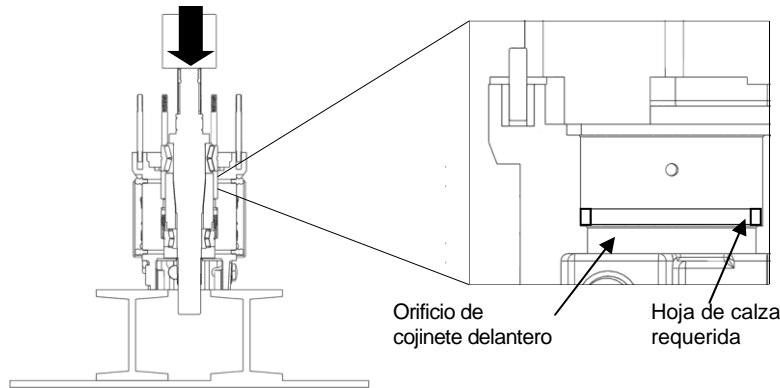

Figura 54: Presionar ejes en caja de engranes
4) Ponga la caja de engranes en una prensa con el extremo del fluido hacia arriba. Coloque el grosor requerido de hoja de calza para que quede sobre el hombro del eje delantero de la caja de engranes. Aplique lubricante al exterior de los cojinetes. Coloque el ensamble de ejes (un eje a la vez) en la caja de engranes con el extremo de la lengüeta hacia arriba. Asegurándose de que los ejes motrices y cortos estén en los orificios correctos, presione los ejes dentro de la caja de engranes hasta que los cojinetes estén bien asentados (Figura 54). Vea la Tabla 6 en la página 26 para conocer la fuerza requerida.